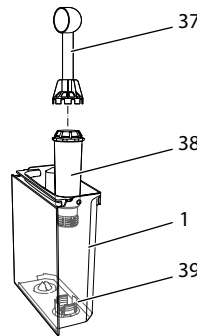

Fig. 18: Înșurubarea / deșurubarea filtrului de apă
- Scoateți filtrul de apă (consultați Fig. 18).